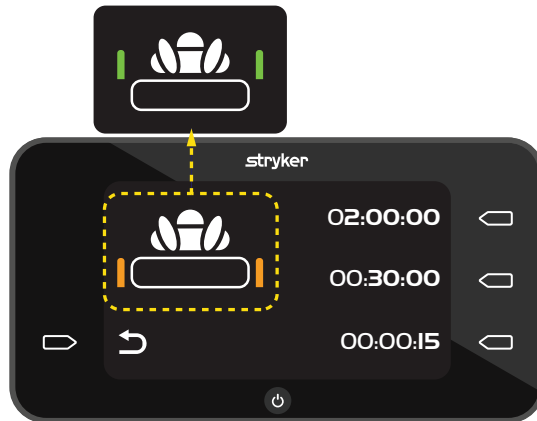

Figure 11 – Vérifier la barrière latérale
4. Élever les barrières latérales à la position de hauteur maximale (Figure 11).